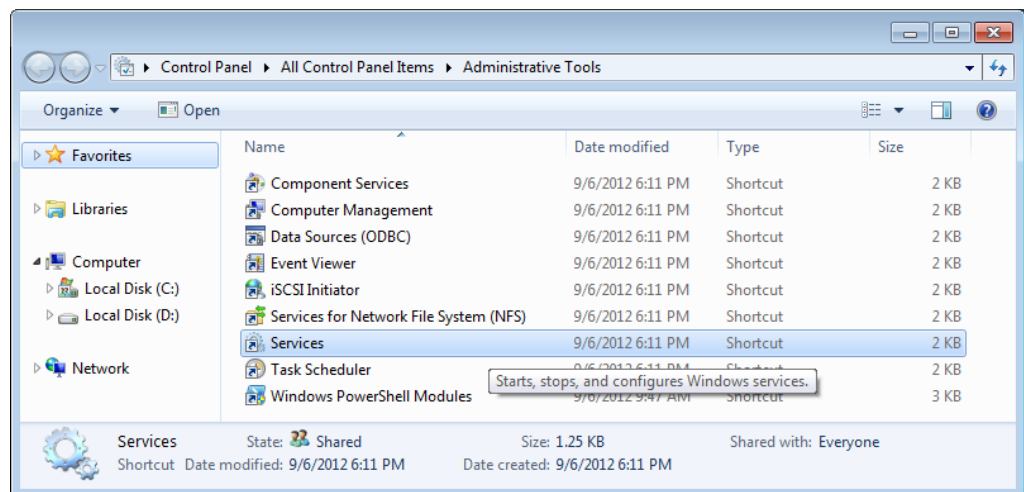

Abbildung 12: Services
- o über das „ControlPanel-AdministrativeTools“ siehe Abbildung 12.